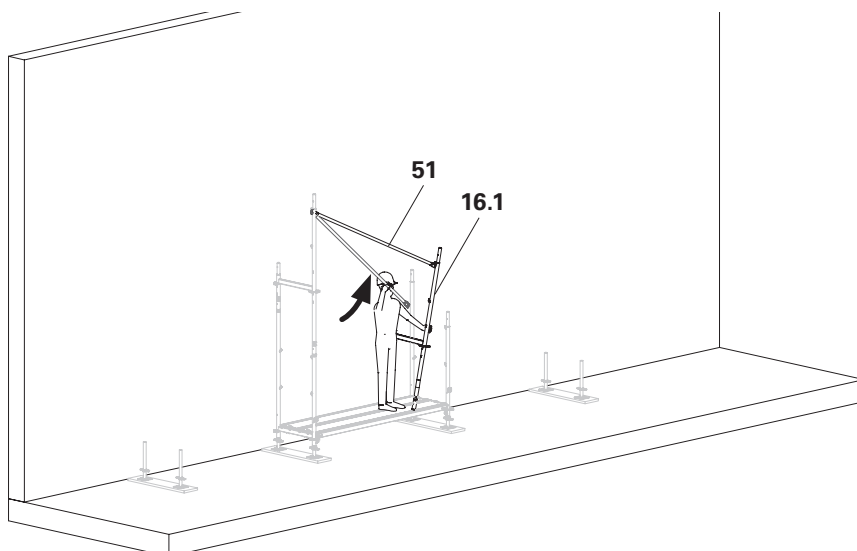

Bild B2.07
3. Haka fast skyddsräcke EPG (51) i räckkrokan (16.1) på den andra Easy-ramen EVF. (Bild B2.07)